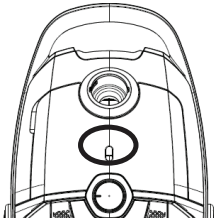

Fig. 8
Reemplace la bolsa del polvo cuando el indicador de bolsa llena (6) se ilumine en rojo o cuando note una falta de potencia en la succión (Fig 8).